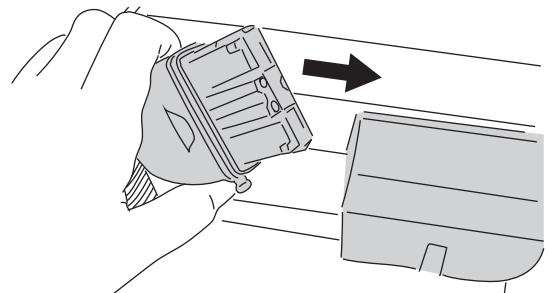

図 10
4. パワーケーブルをバッテリーに接続してください。(図10)